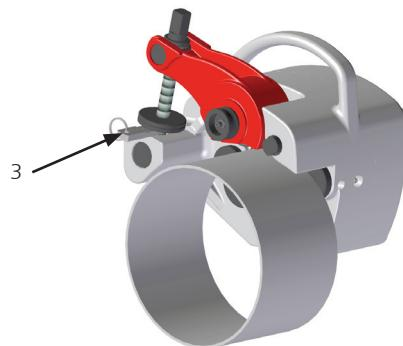

Figura 3
- Depois de apertar o parafuso guia manualmente e a máquina estar fixa no tubo, posicione o calibre de profundidade (consulte a figura 3, n.º 3) entre a máquina e a porca reguladora.